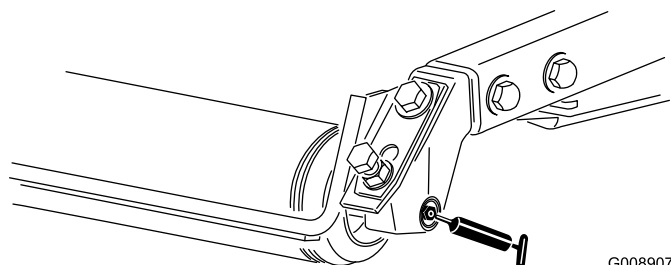

Figura 36
- Rolamentos do cilindro traseiro (2 por cada unidade de corte) (Figura 36)